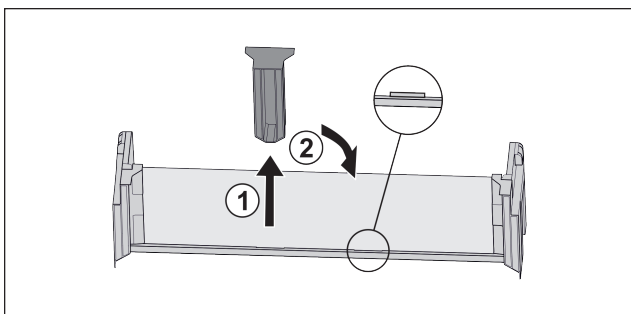

Fig. 124
- ▶ Снимите среднюю поддерживающую деталь Fig. 124 (1).
- ▶ Вставьте среднюю поддерживающую деталь во вторую позицию Fig. 124 (2).